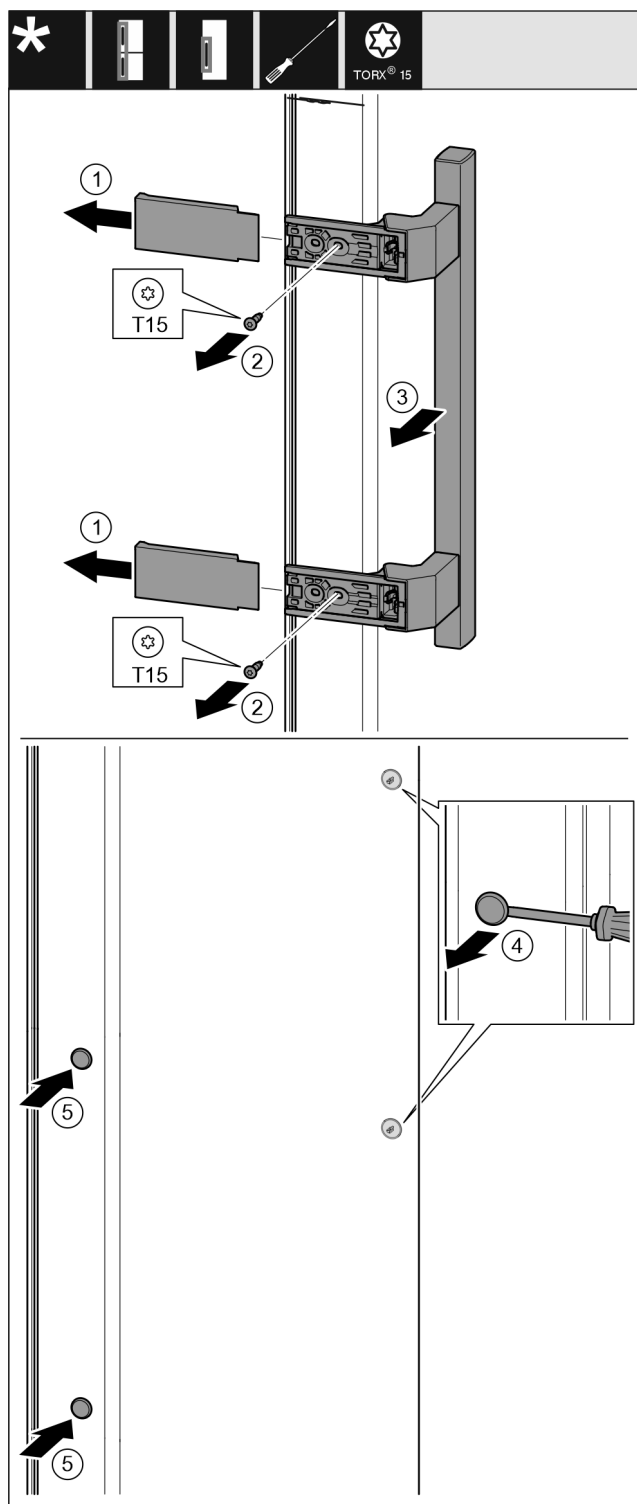

Fig. 13
- Skinite pokrov. Fig. 13 (1)
- Odvijačem T15 odvijte vijke. Fig. 13 (2)
- Skinite ručicu. Fig. 13 (3)
- Ravnim odvijačem oprezno podignite bočni čep i izvucite ga. Fig. 13 (4)
- Ponovo umetnite čep na drugoj strani. Fig. 13 (5)